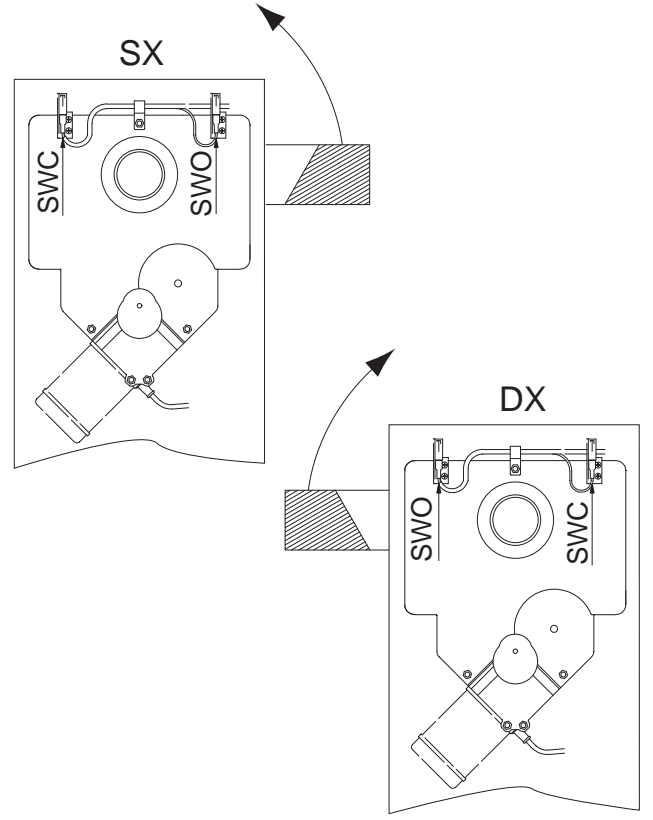

Fig. 13
- В случае необходимости меняйте положение детали «С» (рис.13), которая управляет концевиками.